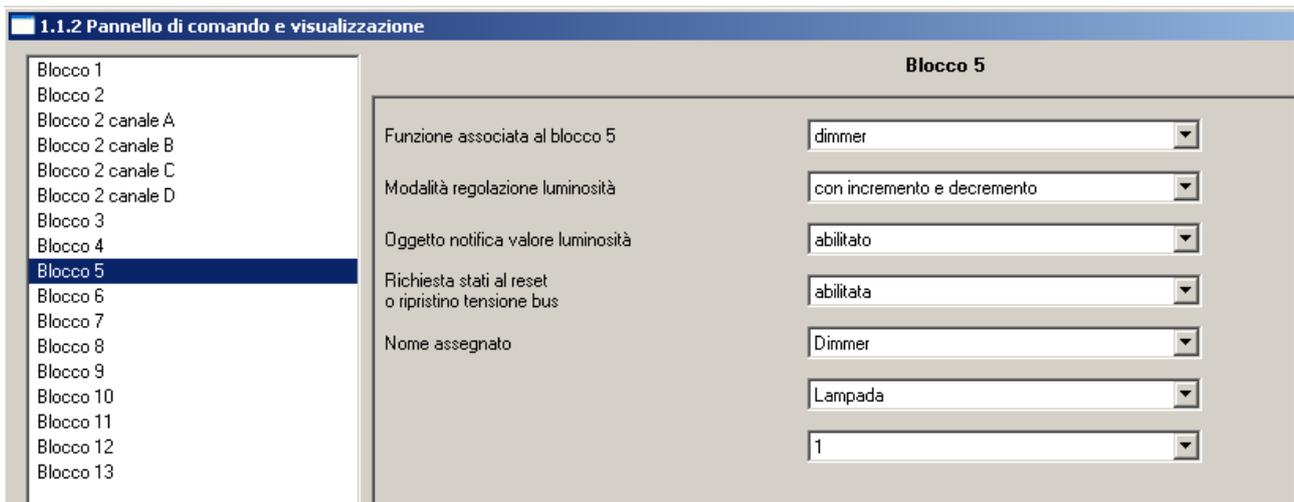

Fig. 4: Finestra di configurazione parametri **Pannello di comando e visualizzazione (1) – Blocco 5** – comando dimmer
Per configurare il comando di regolazione della luminosità della lampada L3, comandata dall'attuatore dimmer (2), occorre assegnare ad un altro blocco funzionale, ad esempio il **Blocco 5**, la funzione di regolazione **dimmer**. In questa finestra di configurazione (vedi fig. 4) occorre specificare la **Modalità di regolazione luminosità** selezionando la regolazione incrementale oppure tramite l'invio di valori in percentuale. Si ipotizza qui di voler regolare dal pannello di visualizzazione l'incremento od il decremento della luminosità della lampada assegnando dunque a questo parametro la voce "**con incremento e decremento**".